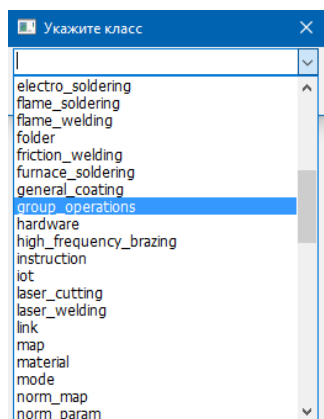

Рис. 10.66. Выбор класса для области данных
- ✚ в окне **Укажите класс** выбрать требуемый класс (Рис. 10.66). При вводе в строку начальных символов имени класса курсор будет позиционироваться на атрибутах, чьи имена содержат эти символы;